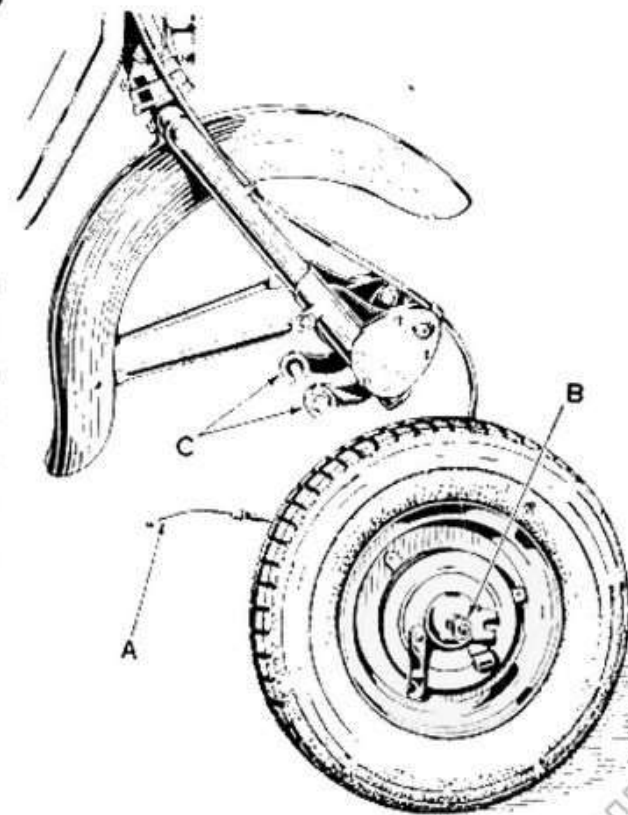
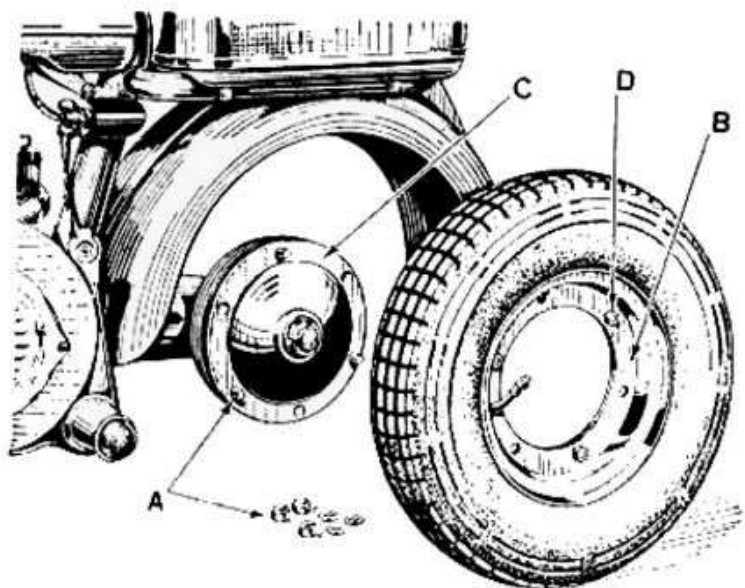
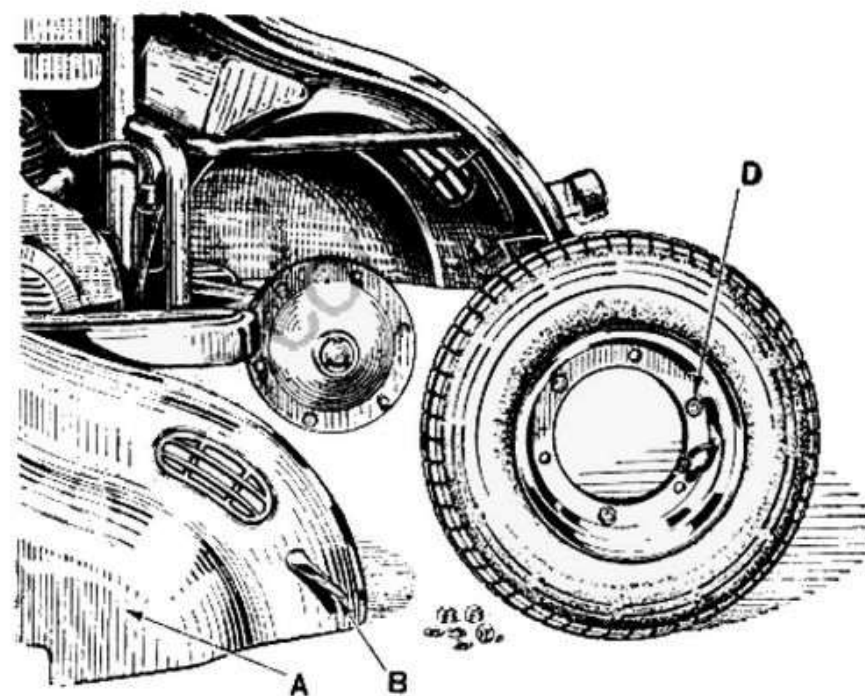

Fig. 7
Fig. 8
Fig. 9
Per smontare la ruota anteriore, sia sul tipo d che sul tipo ld (v. fig. 7) staccare dapprima da essa il cavo comando freno (A), indi svitare i due dadi laterali (B) che la bloccano alle biellette oscillanti (C) e spostare le rondelle sotto i dadi, incassate nelle biellette stesse. Per smontare la ruota posteriore sul tipo d (vedi fig. 8), svitare i tre dadi ciechi (A) che fissano il cerchione (B) al mozzo (C); sul tipo ld, per eseguire la stessa operazione (vedi fig. 9) occorre in prece-